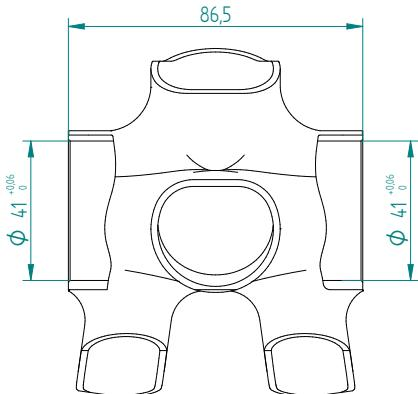

Fig. 1
- Check that the measurements of the bottom bracket correspond to those of the bottom bracket shell of your frame. The measurements of the frame bottom bracket shell with the relevant correct tolerances are shown in Fig. 1.
- Vérifiez que les mesures du boîtier de pédales correspondent à celles du cadre. Les dimensions du boîtier de pédales et ses tolérances correctes sont indiquées dans la (Fig. 1).
- Kontrollieren Sie, ob die Maße des Tretlagers denen des Tretlagergehäuses des Fahrrads entsprechen. Die Maße des Rahmengehäuses mit den entsprechenden korrekten Toleranzen sind in (Abb. 1) wiedergegeben.
- Compruebe que las medidas del movimiento central correspondan con las de la caja de pedalier de la bicicleta. Las medidas de la caja del cuadro con las correspondientes tolerancias correctas se muestran en (Fig. 1).